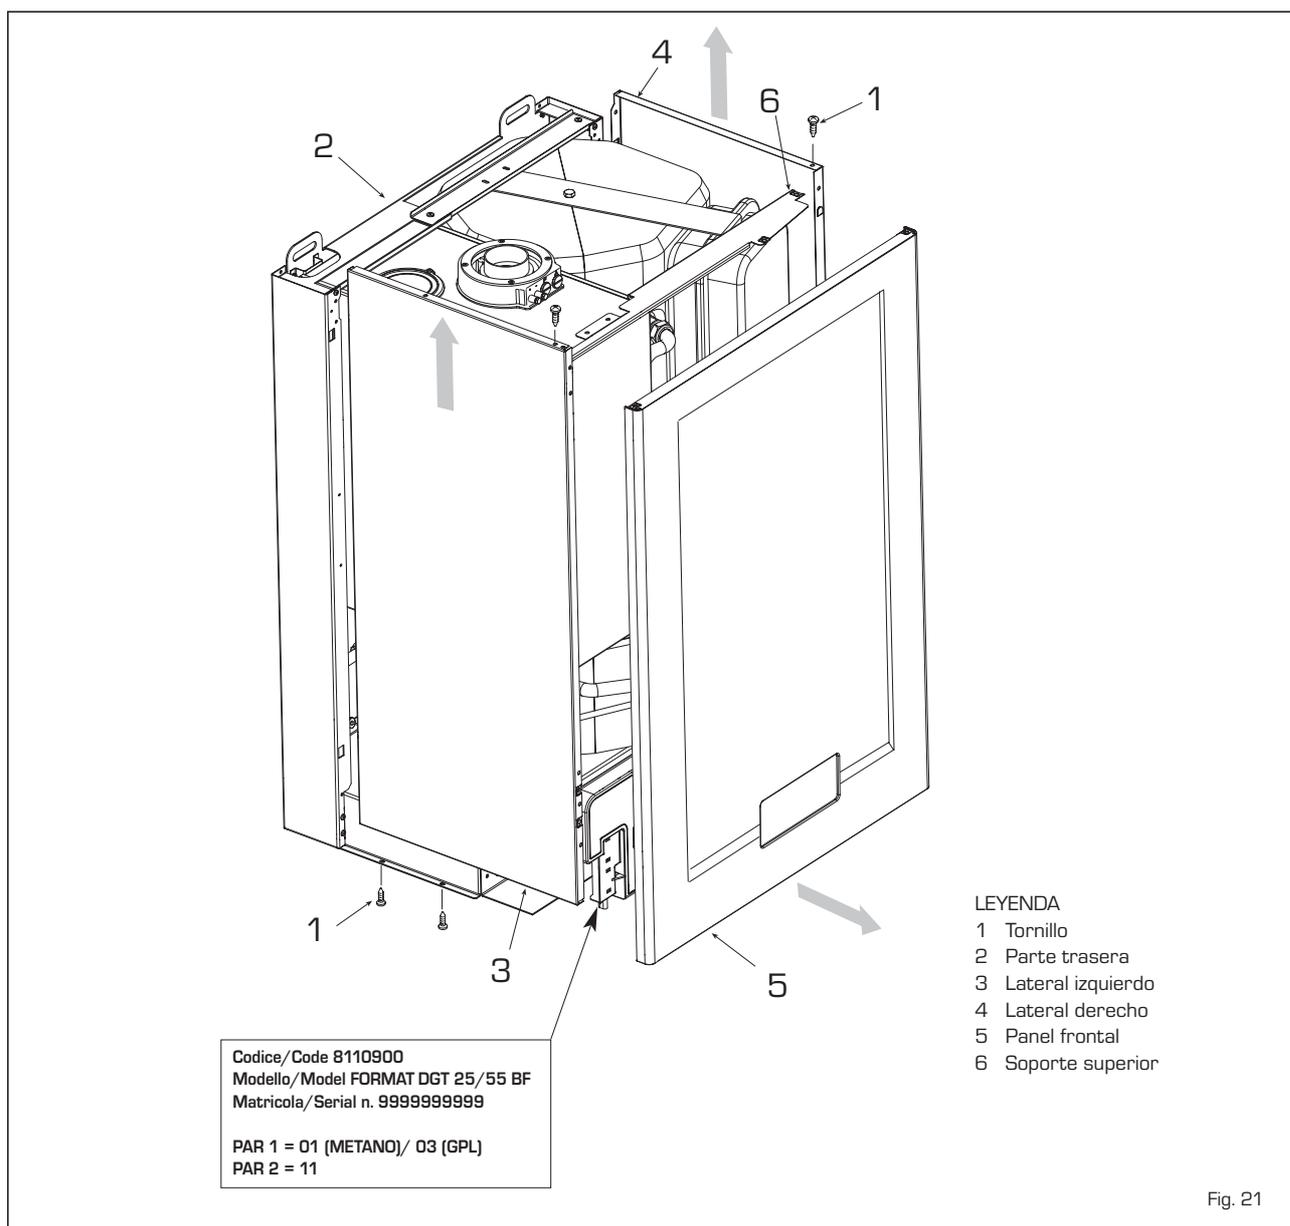

Fig. 21
4.4 DESMONTAJE DE LA ENVOLVENTE (fig. 21)
Para un fácil mantenimiento de la caldera es posible desmontar completamente el blindaje como se indica en fig. 21: